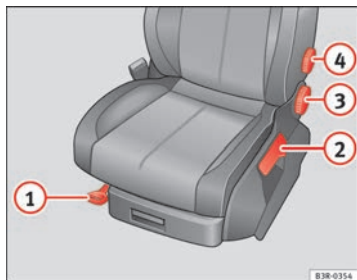

Abb. 105 Bedienelemente am Fahrersitz
- Den Hebel ① ⇒ Abb. 105 hochziehen und den Sitz in die gewünschte Position verschieben.
- Den Hebel ① loslassen und den Sitz weiter schieben, bis die Sitzverriegelung einrastet.
- Den Hebel ② ⇒ Abb. 105 mehrmals nach oben ziehen, bis die gewünschte Position erreicht ist.
- Das Handrad  ⇒ Seite 139, Abb. 105 drehen, um die Neigung der Lehne entsprechend einzustellen.
- Die Lehne entlasten und das Handrad  ⇒ Seite 139, Abb. 105 drehen, um die Lendenwirbelstütze einzustellen.